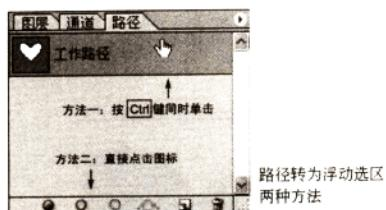

图 1-18
**1** 按下 Ctrl 键的同时，鼠标点击“工作路径”。这时就可以看到原来文件上的路径变成了闪动的区域（图 1-18）。